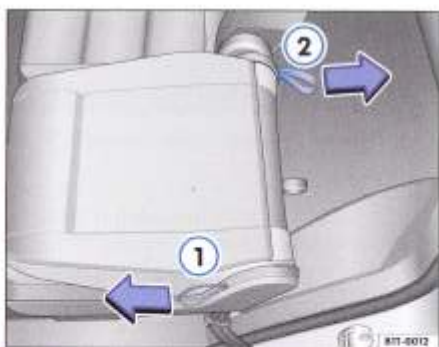

Fig. 61 Spătarele scaunelor din al doilea rând se pot plia cu ajutorul curelușei.
– Trageți curelușa din lateralul scaunului → fig. 61 ① sau curelușa din spatele scaunului ② în sensul indicat și pliați spătarul scaunului în față.